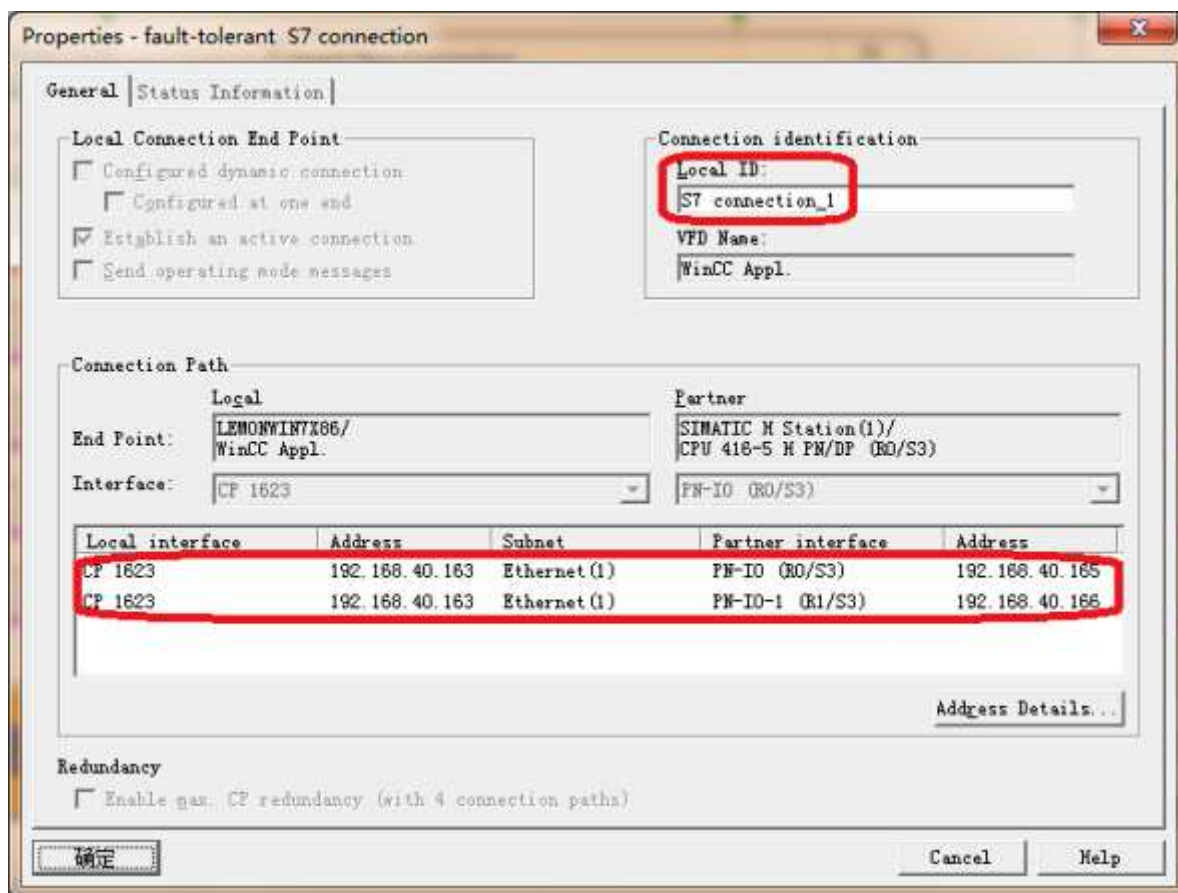

图8
(C) 确认CP1623和CPU 416-5H PN/DP的接口信息，如图8所示。